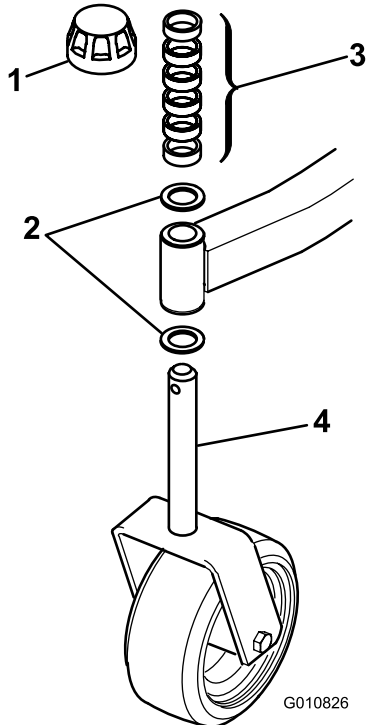
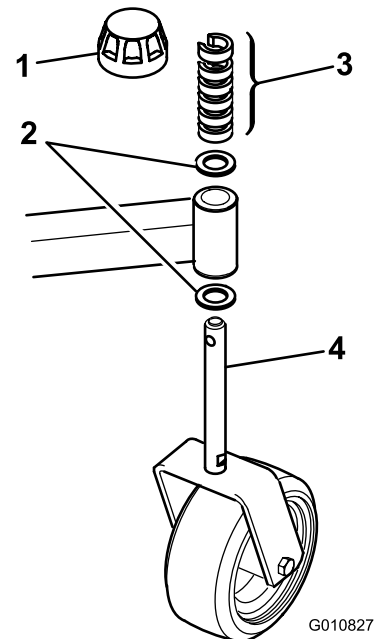

Bild 3
Bild 4
1. Nehmen Sie die Spannkappen von den Spindelwellen ab, und schieben Sie die Distanzstücke und Druckscheiben von der Wellen (Bild 3 und Bild 4).